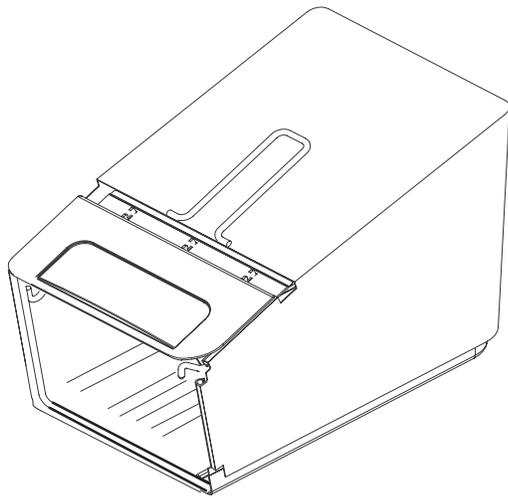

Figure 7
**Remarque :** Veiller à placer les côtés de la base du sac à l'intérieur de l'armature, comme illustré à la figure 7.